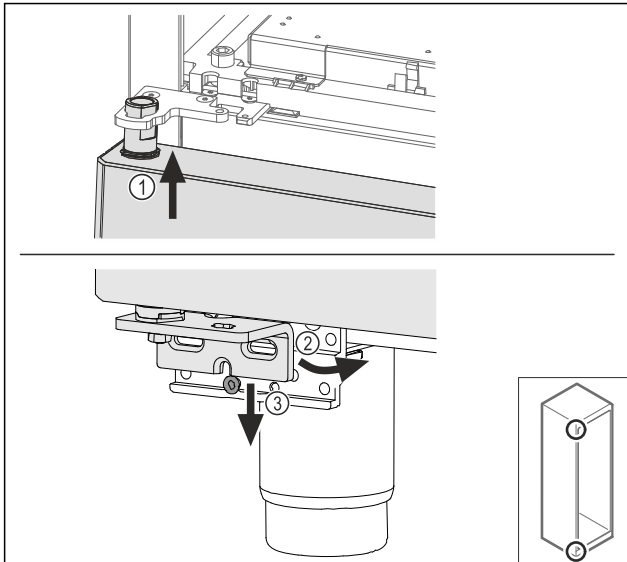

Fig. 68
- Naviňte hore zľahka naklonené dvere Fig. 68 (1), rovno vyrovnajte dvere Fig. 68 (2) a nasadte ich dole na skrutku ložiskovej konzoly Fig. 68 (3).